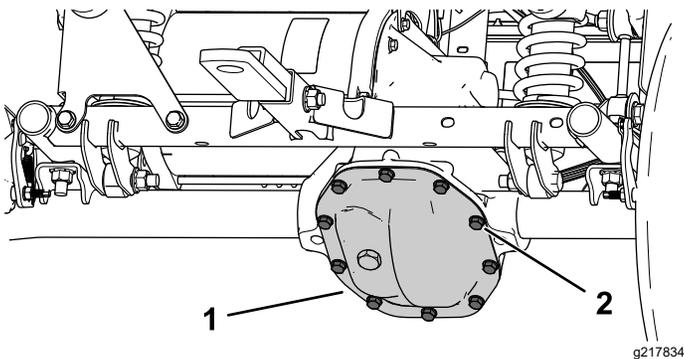

Figure 53
2. Retirez les boulons de la protection de la boîte-pont et vidangez tout le liquide (Figure 53).
1. Placez un bac de vidange sous la protection de la boîte-pont (Figure 53).